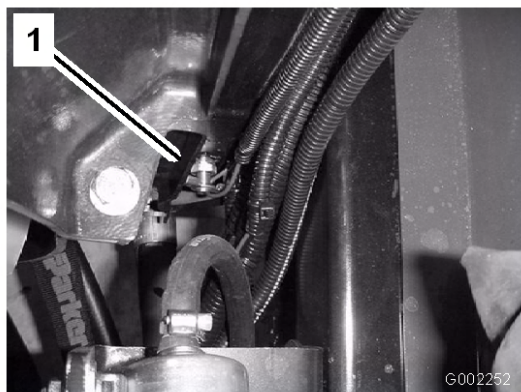

Figura 54
4. Aprite lo spurgo (Figura 54) e lasciate fuoriuscire il refrigerante nella bacinella.